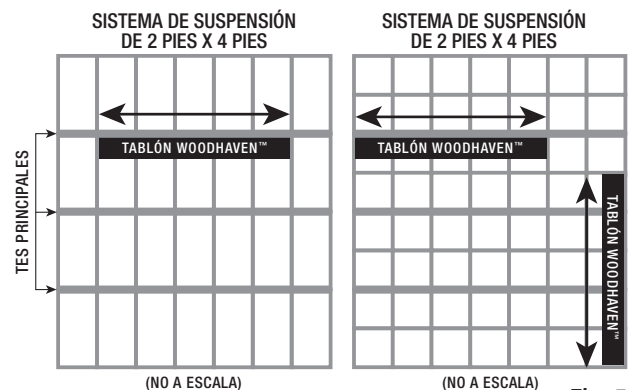

Fig. 5
- En un diseño típico de sistema de suspensión suspendido de 2 pies x 4 pies, instale tablonces perpendiculares a las tes secundarias, paralelos a las tes principales. (Fig. 5)
- En un diseño típico de sistema de suspensión suspendido de 2 pies × 2 pies, puede instalar los tablonos de forma perpendicular o paralela a las tes secundarias. (**Fig. 5**)